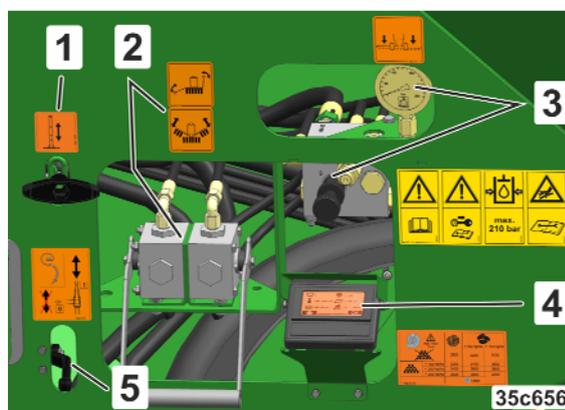

Fig. 39
- câble de traction des béquilles (Fig. 39/1),
- éléments de commande du repliage de la machine (Fig. 39/2),
- éléments de commande du réglage de la pression des tronçons (Fig. 39/3),
- en association avec le TwinTerminal ISO-BUS (Fig. 39/4),
- éléments de commande de repliage des effaceurs de traces (Fig. 39/5).